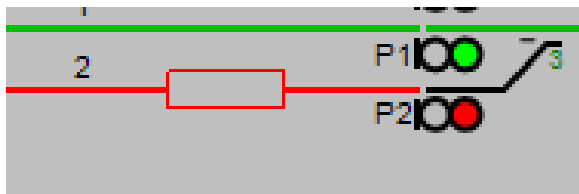
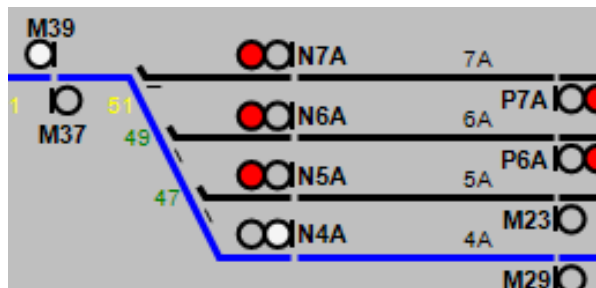

Рис.287
Рис.288
- СИНИЙ - РЦ входит в установленный и ещё не использованный маневровый маршрут (см. рис. 288) или информация о типе маршрута отсутствует;
Закрытое состояние маневровых светофоров обозначается цветом фона (см. рис. 285). Закрытое положение поездных светофоров обозначается красным цветом (см. рис. 286). Открытое состояние поездных светофоров обозначается зеленым цветом (см. рис. 287), маневровых светофоров – белым цветом (см. рис. 288).